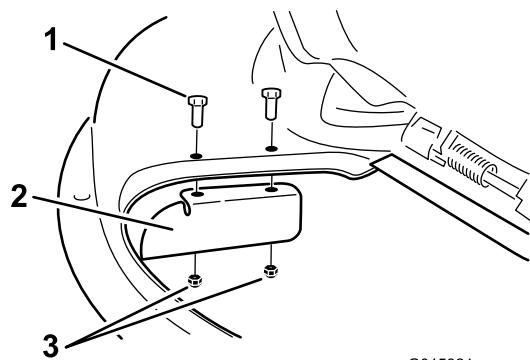

Figura 33
9. Instale o abafador de corte na plataforma do cortador Figura 33. Utilize as duas porcas de bloqueio existentes (5/16 pol.) para fixar o abafador na plataforma do cortador.
3. Retire o abafador de corte da plataforma do cortador (Figura 33).